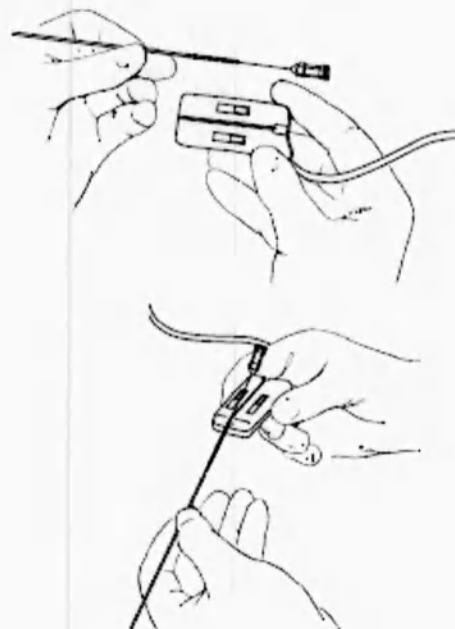

Рис. 5
1. Полностью введите кончик электрода в коннектор тестового кабеля (см.Рис.5).